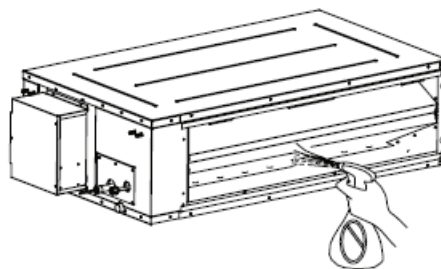

Рис. 5.3.12
- 2) Аэрозолем распылить около 1 литра воды на испаритель, см. рис. 5.3.12.
- (5) Включить насос и проверить, что вода отводится равномерно. Водяной насос включается следующим образом.